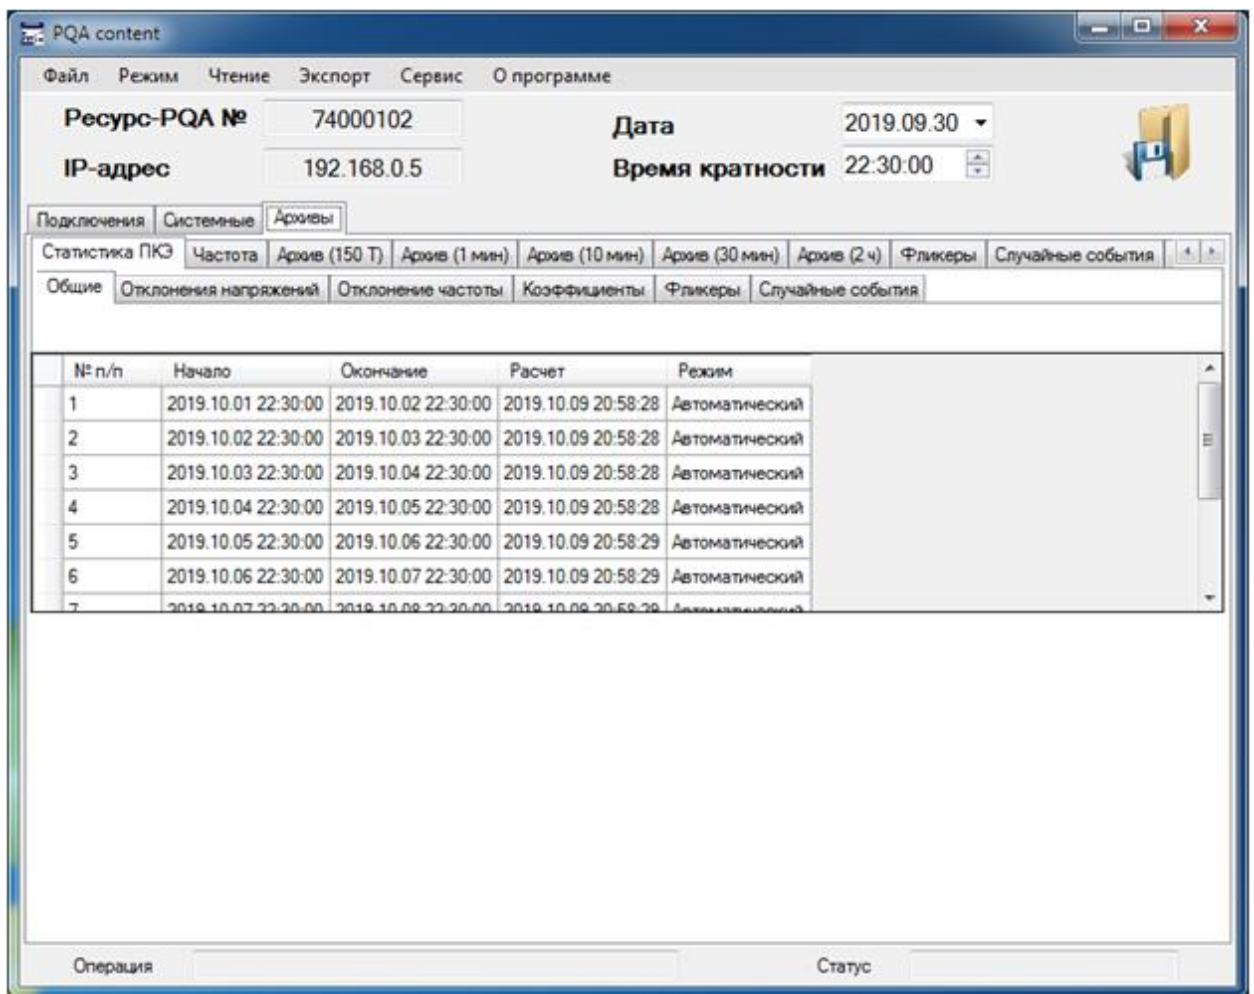

Рисунок 9.2.4 Вкладка архивных данных
9.2.4 При успешном чтении данных программа переходит в режим просмотра архивных данных, в рабочей области программы открывается вкладка «Архивы – Статистика ПКЭ» (Рисунок 9.2.4) .